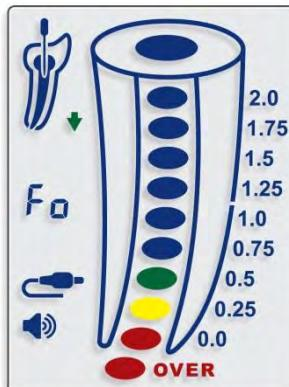

Rys. 10
- 7.4.12. Dotarcie do otworu wierzchołkowego (0.0) jest sygnalizowane segmentem w kolorze czerwonym wewnętrz obrazu kanału korzeniowego (rys. 10) oraz stałym dźwiękiem.